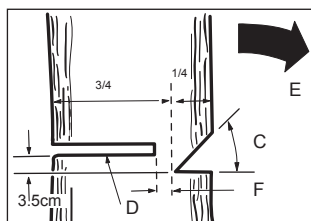

FIG. 1
Di norma l'abbattimento consiste in due tagli principali, l'intaglio (C fig.1) e il taglio vero e proprio (D fig.1), necessario per la caduta dell'albero.
- Iniziare con l'intaglio superiore (C) sul lato dell'albero che guarda la direzione di caduta (E)
- L'intaglio deve avere una profondità (F) pari a circa 1/4 del diametro del tronco.
- Dopo l'intaglio, eseguire il taglio vero e proprio (D) dall'altra parte dell'albero a 3-5 cm sopra l'altezza dell'intaglio (fig 1).